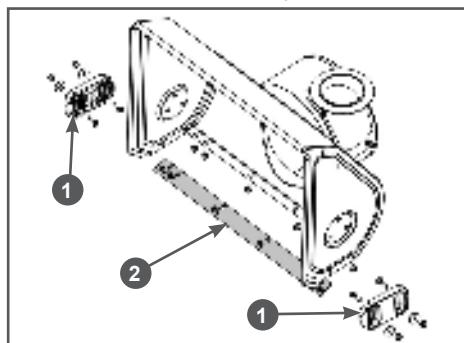

Рис. 36 Обслуживание кожуха шнеков
1. Открутите гайки крепления полозков 1 (Рис. 36) и снимите полозки с кожуха шнеков.
2. Установите новые полозки и закрепите их четырьмя болтами и гайками (Рис. 36). Перед окончательной затяжкой гаек отрегулируйте высоту збора снега.
Для наглядности на Рис. 36 кожух шнеков показан без шнеков, редуктора и валов.
1. Открутите гайки крепления и снимите нижнюю накладку 2 с кожуха шнеков (Рис. 36).
2. Установите новую нижнюю накладку и закрепите ее болтами и гайками (Рис. 36).